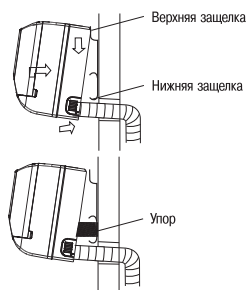

Рис. 8
4. Свяжите вместе трубы, межблочный кабель и трубку отвода конденсата монтажным скотчем как показано на рис. 8.